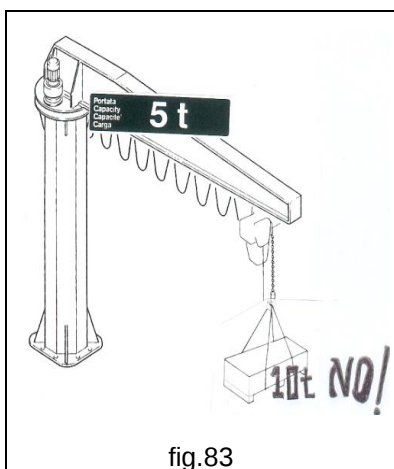

fig.83
- **NE JAMAIS** lever des charges supérieures à la capacité de charge nominale ni équiper la potence de palans de capacité de charge nominale supérieure à la capacité de charge de la potence. (fig.83).